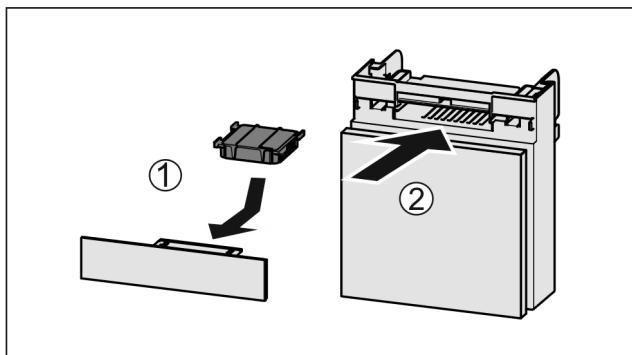

Fig. 132
- Introduceți Fig. 132 (1) filtrul de cărbune activ după cum se vede în figură.
- ▶ Împingeți Fig. 132 (2) compartimentul în interior.